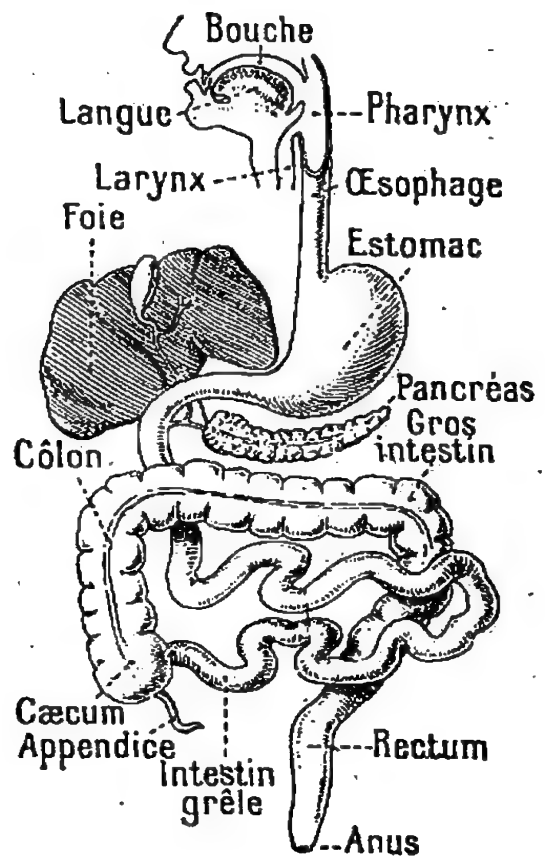

Fig. 138. — Appareil digestif (simplifié).
**3. Appareil digestif.** — *Digérer, c'est transformer en liquides capables de s'introduire dans le sang les parties utiles des aliments et les séparer des autres.* La digestion s'effectue dans l'**appareil digestif** (fig. 138), lequel comprend le **tube digestif** et certaines **glandes**.
L'intestin grêle est un tube de 6 à 7 mètres à replis nombreux où se déverse la *bile*, sécrétée par le foie, et le *suc pancréatique*, sécrété par le **pancréas** (*fig. 138*). Ces deux liquides servent à transformer les aliments gras en *émulsion* (liquide tenant en suspension de fines gouttelettes de graisse). Enfin l'intestin grêle possède, sur sa paroi interne, des glandes qui sécrètent le suc intestinal; celui-ci achève la digestion. En somme, le **chyme**, par l'action de ces différents sucs, est transformé en un liquide blanchâtre, le **chyle**, qui filtre à travers les parois de l'intestin et arrive jusque dans le *sang*, soit directement, soit par des conduits veineux particuliers.